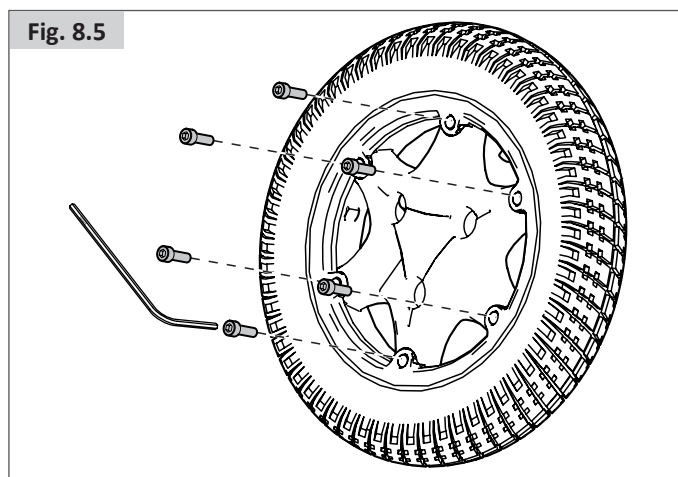

Fig. 8.5
- Er bevinden zich 6 bouten in de velg die losgedraaid/ vastgedraaid moeten worden in de volgorde zoals getoond, (Fig. 8.5).
- Gebruik een 5,0mm inbussleutel om deze moeren los/vast te draaien. (Fig. 8.5).
- Draai de moeren vast in de eerder getoonde volgorde; let op dat u daarbij niet in de binnenband steekt (Fig. 8.5).